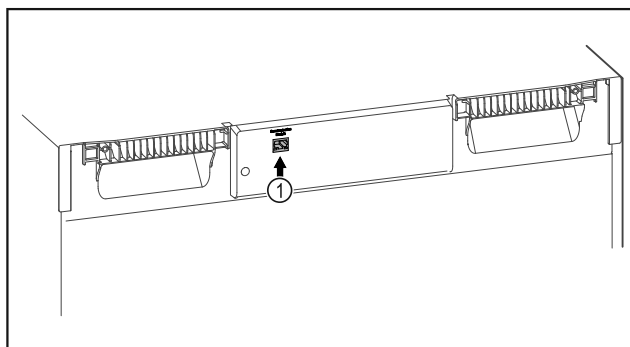

Fig. 97
- ☐ SmartModule Fig. 97 (1) ist eingesetzt.